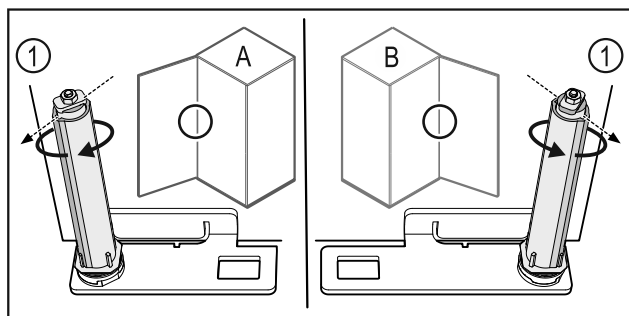

Fig. 60 左门挡(A) / 右门挡(B)
- 克服阻力转动关门系统，直至关门系统 Fig. 60 (1) 的连接片朝外。